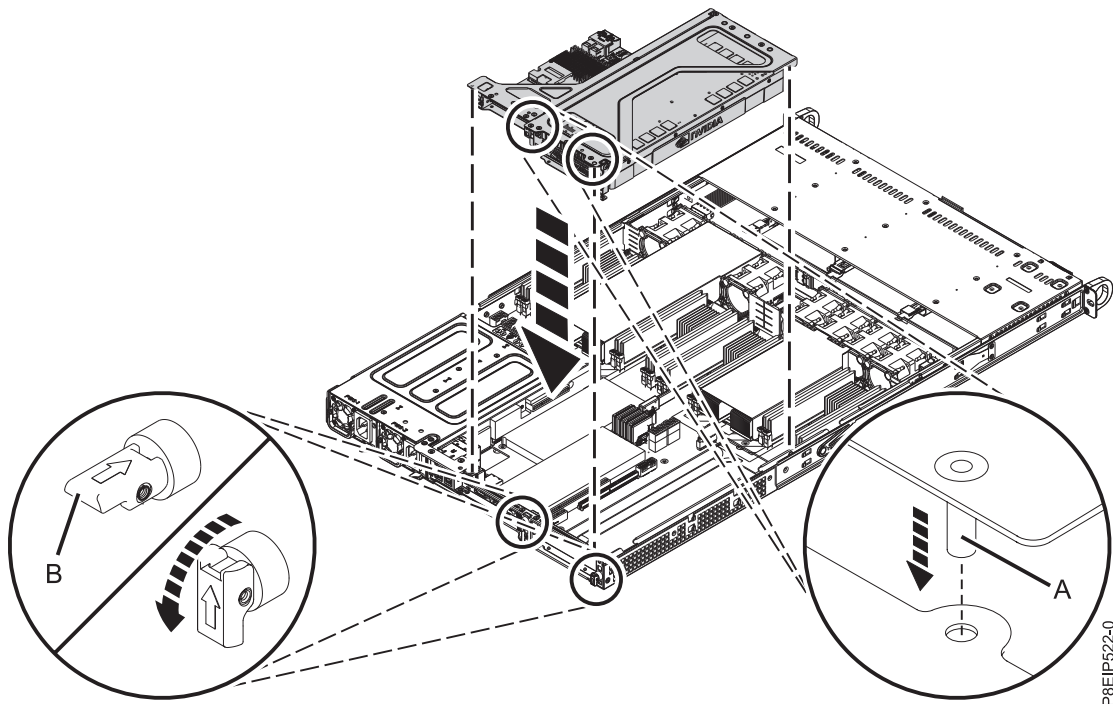

図 45. PCIe ライザーの再取り付け
- d. PCIe アダプター・ライザーとそれに収容されているカードをシステム・バックプレーンにはめ込みます (44 ページの図 45 を参照)。
- 1) PCIe ホルダー解放ピン (B) が引っ込められ、矢印がシステムの方向を指していることを確認します。
- 2) 位置合わせピン (A) とスロットを使用して、ライザー・カードを正しく挿入し、カバーを再取り付けします。